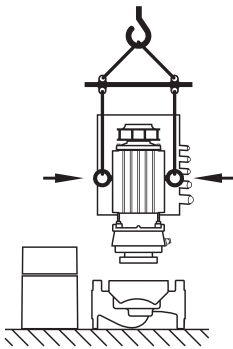

Fig. 24: Transport des Einstecksatzes
- Werden oder sind die Transportösen vom Motorflansch versetzt und am Motorgehäuse montiert, so sind sie nur zum Tragen bzw. Transport des Einstecksatzes (Fig. 24) zugelassen, nicht aber zum Transport der ganzen Pumpe sowie nicht zum Trennen des Einstecksatzes vom Pumpengehäuse (auf die vorherige Demontage und anschließende Montage der Abstandshalter ist zu achten).